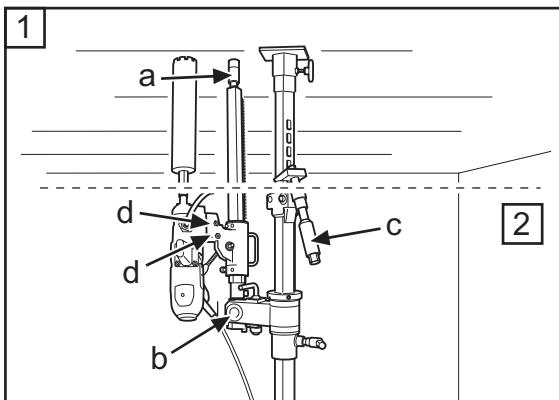

Fig. 12
4. Comprobar que el tornillo de puntal (a) en la columna de perforación está enroscado. Levantar la columna de perforación y bloquearla en posición vertical con la tuerca de 30 mm (b) (fig.12).
4. Verificar se o parafuso de escora (a) na coluna de perfuração está na posição enroscada. Levantar a coluna de perfuração e bloqueá-la na vertical com a porca de 30 mm (b) (Fig. 12).
4. Check that the support column screw (a) in the drill column is screwed in. Fold up and lock the drill column in the vertical position with the 30 mm nut (b) (Fig.12).
6. Enroscar el tornillo de puntal en el techo para fijar la columna de perforación en posición y fijarlo con una tuerca de seguridad de 30 mm (a) (fig.12). Usar una regla de madera o similar como separador.
6. Enroscar o parafuso de escora contra o teto para fixar a coluna de perfuração em posição, e fixá-lo com a porca de segurança de 30 mm (a) (Fig. 12). Usar um calço de madeira ou similar como separador.
6. Screw in the support column screw against the ceiling to secure the drill column in position, secure with the locking nut 30 mm (a) (Fig.12). Use a wooden batten or the like as packing.